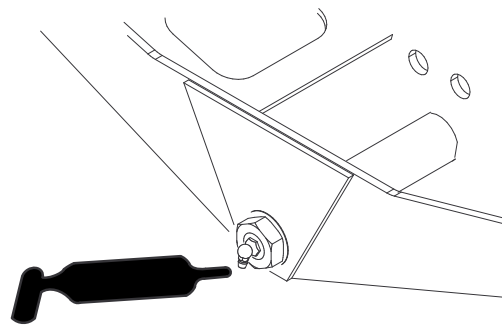

Рисунок 81
- Ось поворота моста (1 шт.) (Рисунок 81)